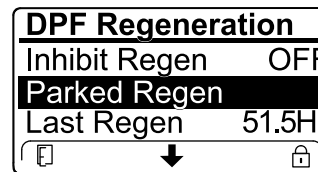

図 56
- エンジンコンピュータがリカバリ再生を要求している、またはリカバリ再生の処理中である時には、駐車再生 PARKED REGEN を選択することはできません。駐車再生はロックされ、施錠アイコン 図 56がインフォセンターの右下に表示されます。